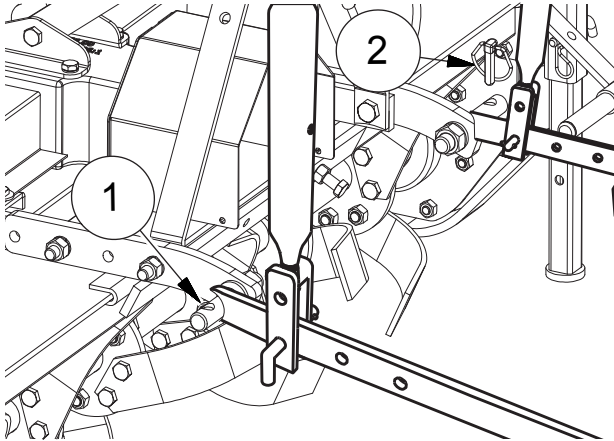

FIG. 13
- Dirigir las barras del elevador a los enganches inferiores ("Fig. 13"). Insertar los pernos de enganche (1). Fijar los pernos con los pasadores a broche (2) en dotación.